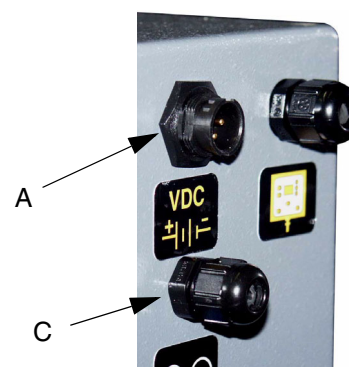

図. 17
- 他のケーブル終端をスマート液体パネルコネクタ  (B) に接続します。図. 7 と 図. 17 をご参照ください。